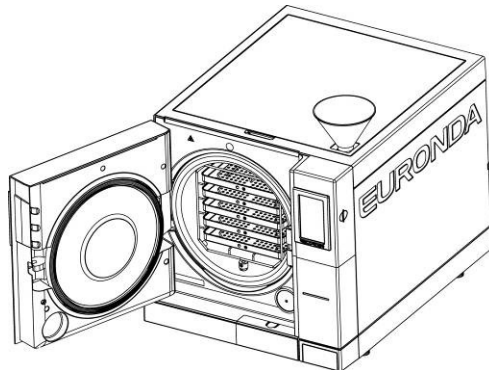

Fig. 6.8-1
2. Deschideți dopul din capacul superior, potriviți pâlnia furnizată în orificiu (1 din Fig. 6.8-1) și turnați o cantitate de apă distilată, așa cum este indicat în cap. 5.3 "Date tehnice"; nu depășiți niciodată nivelul indicat de cuvântul MAX în orificiul de umplere a apei. De asemenea, apa poate fi turnată prin deionizator (opțional, anexa 10). Pentru a instala acest opțional, consultați manualul de instrucțiuni "Aquafilter" furnizat împreună cu deionizatorul.
2. Umpleți rezervorul cu apă curată prin gura rezervorului (a se vedea imaginea (1 Fig. 6.8-1)).